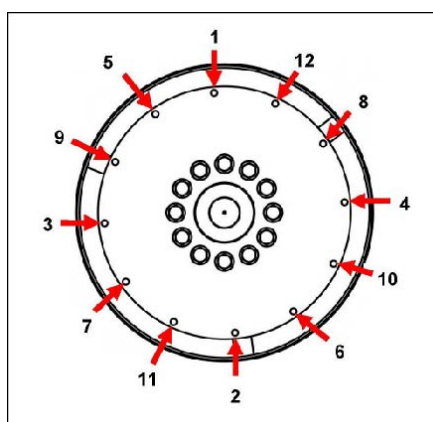

FIGURA 15. SECUENCIA DE FIJACIÓN
- Quite las espigas de alineación. Coloque los pernos de acoplamiento utilizando arandelas gruesas bajo los cabezales. Apriete los pernos para fijar el disco de acoplamiento al volante, en la secuencia que se muestra en Figura 15 en la página 27.